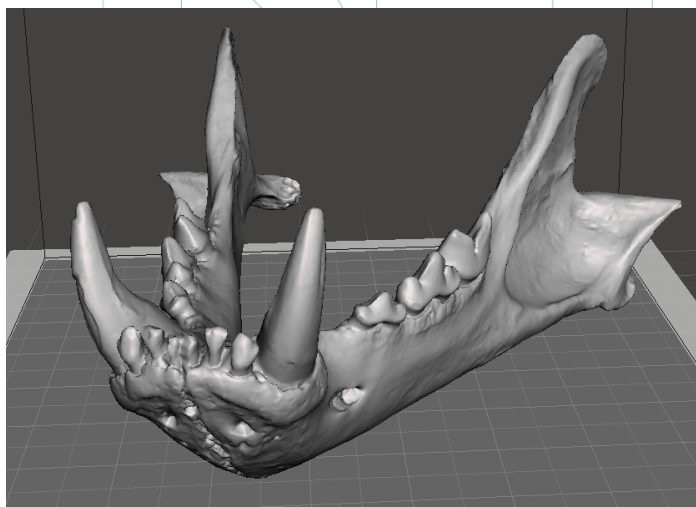

Abbildung 15: Kiefer mit reparierten Löchern und Defekten. [31]
- [31]Abbildung 15: Kiefer mit reparierten Löchern und Defekten. Quelle: CETEM